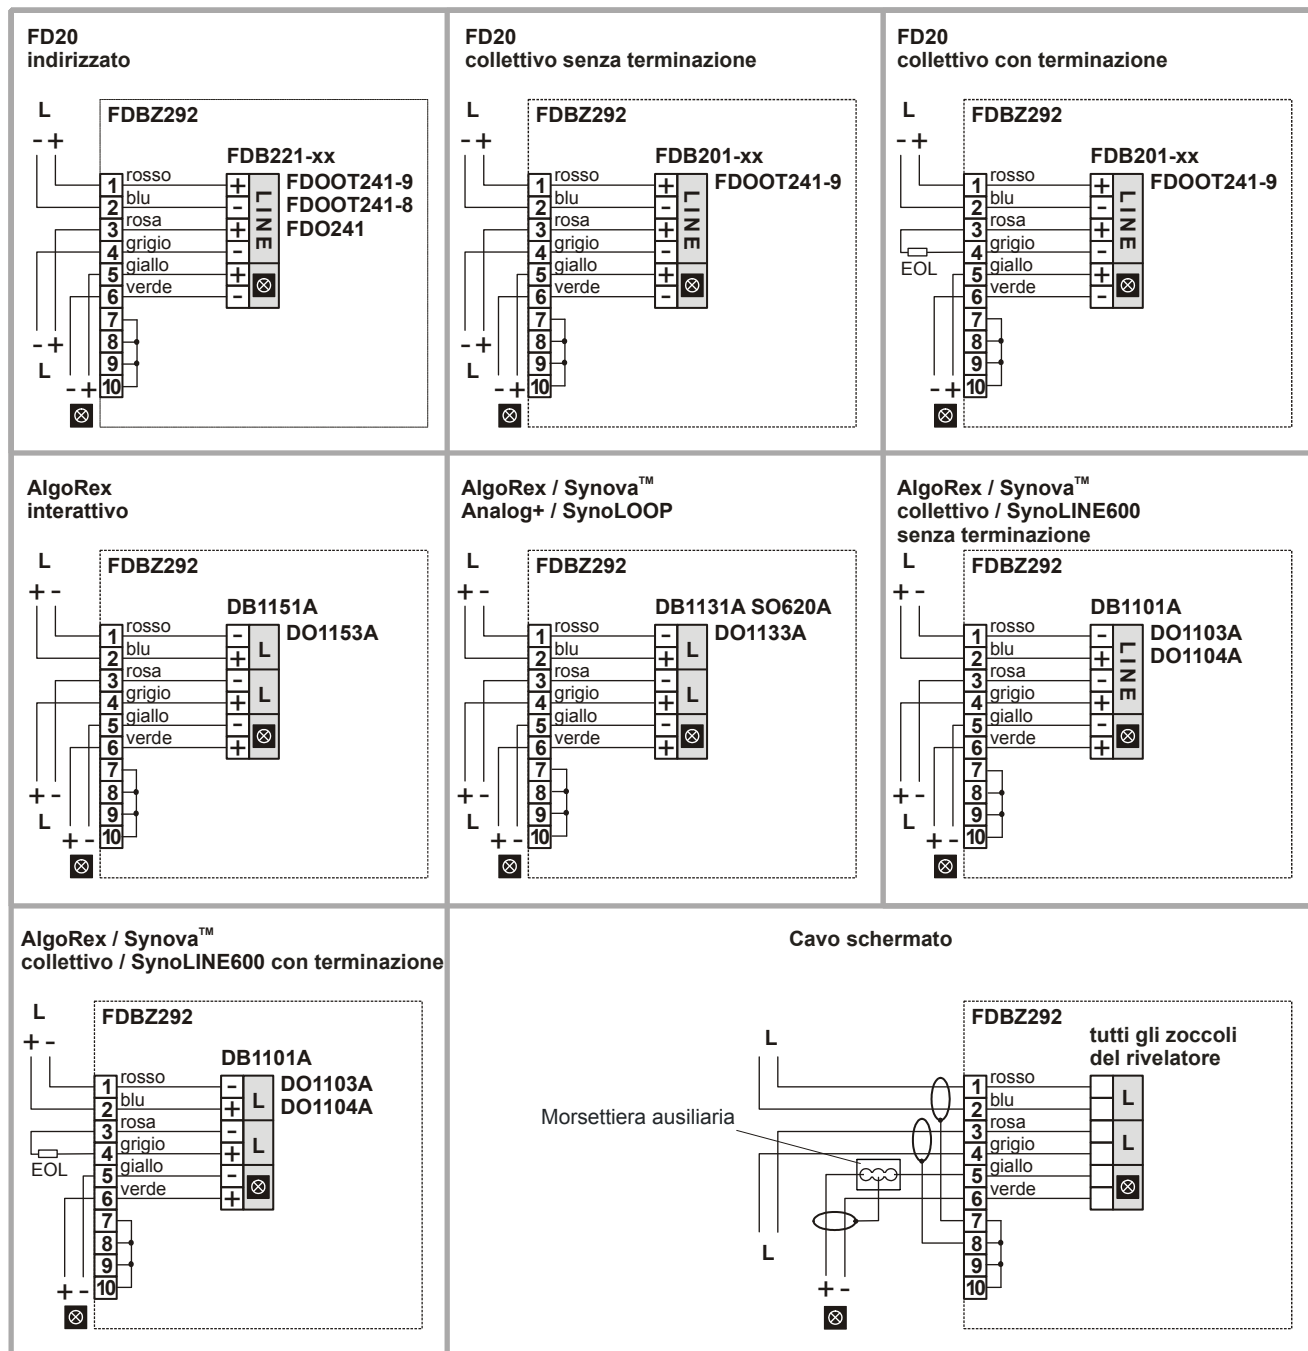

Fig. 14
2. Montare lo zoccolo nel contenitore. Collegare lo zoccolo riferendosi allo schema di collegamento (Fig. 14).
1. Collegare il kit per campionamento d'aria alla linea di rivelazione. A tal fine, attenersi ai diversi schemi di collegamento in Fig. 14 per le diverse linee di rivelazione.
2. Collegare le schermature dei cavi schermati secondo il relativo schema di collegamento (Fig. 14).